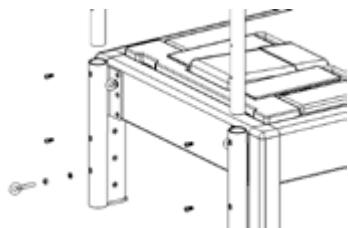

Figure 14
1. Rimuovere i tubi della Tower con la barra push-through dallo scatolo. Non tagliare la fascetta che unisce la barra push-through e i tubi, altrimenti la prima potrebbe oscillare quando viene sollevata colpire qualcuno. Sul lato esterno dei due tubi verticali sono presenti (2) fori filettati, che saranno rivolti verso il lato opposto al macchinario una volta installati.
2. Inserire i tubi nelle due staffe della Tower dal lato della testa del macchinario, assicurandosi che i fori filettati guardino verso la persona che compie l'installazione. Essi scenderanno fino a toccare a terra (vedere fig. 14).
3. Utilizzare le (4) viti lunghe fornite da 1/4"-20 x 5/8" per fissare i tubi alle staffe. Potrebbe essere necessario sollevare leggermente il tubo per allinearla con i fori. Iniziare ad avvitare a mano tutte le viti prima di stringerle completamente. Utilizzare la chiave a brugola 5/32" per stringere tutte e (4) le viti nelle staffe. Una volta terminata questa operazione, rimuovere la fascetta e l'imballaggio dalla barra push-through. Installare la vite lunga ad anello 2-1/2" con un bullone e una rondella di sicurezza contro il tubo nel foro inferiore delle staffe. Assicurarsi che la vite ad anello sia allineata verticalmente una volta stretta.